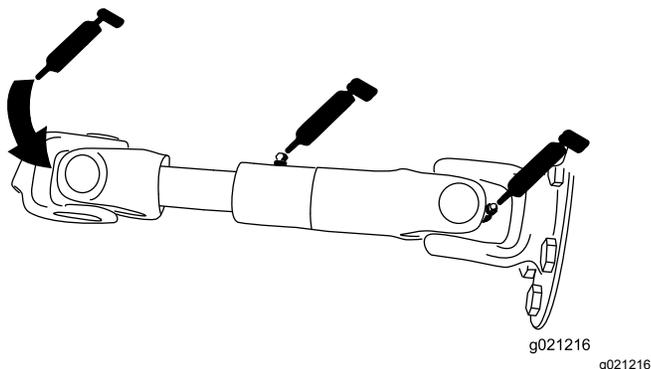

Figura 75
- Veio propulsor da bomba (3) (Figura 75)